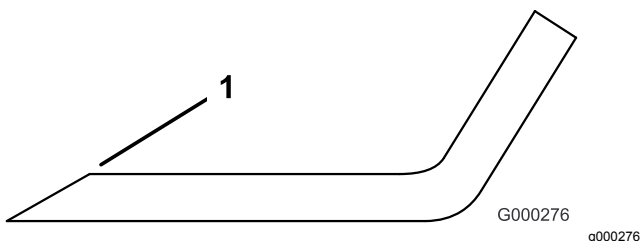

Figure 143
4. Affûtez-les s'ils sont émoussés ou ébréchés (Figure 143).